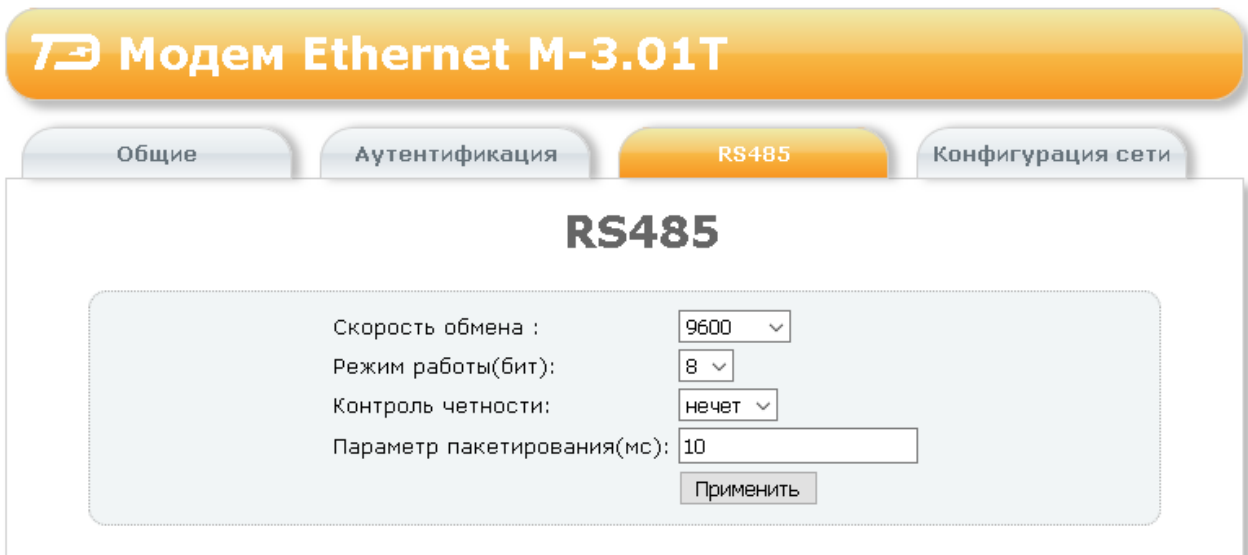

Рисунок 5 – Форма конфигурирования интерфейса RS-485
5.2.2 В окна формы «RS485» (рисунок 5) ввести требуемый параметр из списка параметров, принадлежащего окну, и нажать кнопку «Применить».